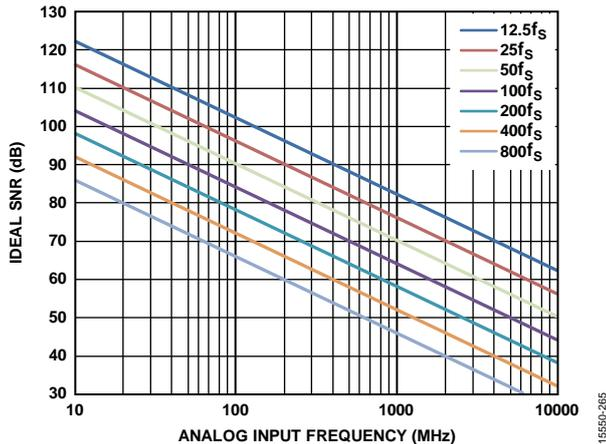

図 95. 理想 SNR、アナログ入力周波数、ジッタの関係
中間周波数 (IF) アンダーサンプリング・アプリケーションは、ジッタに対して特に敏感です (図 95 を参照)。